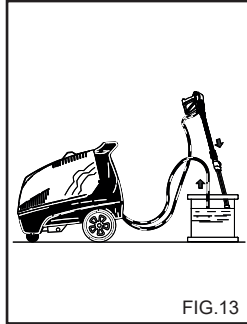

FIG.13
**FREMANGSMÅTE VED BRUK AV DEFROSTER (fig. 13)**